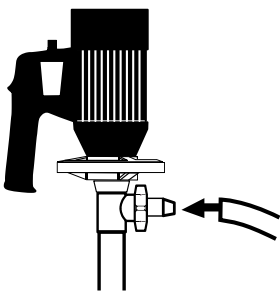

Figura 10
5. Instale el conjunto de la manguera de descarga en la parte dentada del conector de descarga de la bomba y fíjelo con la abrazadera inoxidable para manguera suministrada (Figura 10).